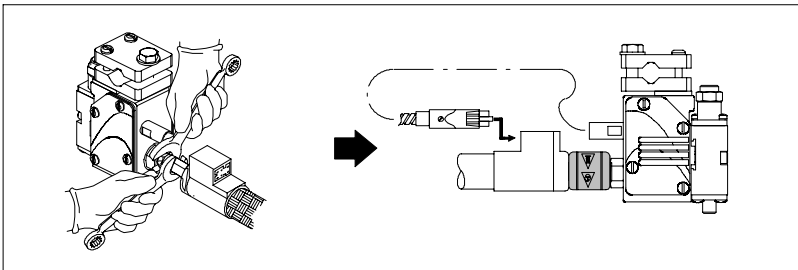

Fig. 10: Raccorder le tuyau (la figure représente un pistolet SolidBlue sans filtre en ligne)
1. Voir la figure 10. Relier le raccord tournant du tuyau au raccord prévu sur le pistolet ou au filtre en ligne. Utiliser deux clés pour serrer le raccord du tuyau.